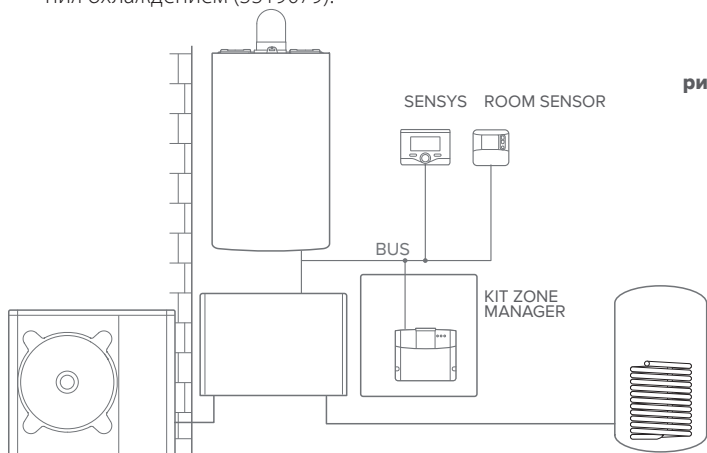

рис. 13
**Активация служб ТД и ТК в гибридной системе с не более чем 2 гидравлическими контурами, управление которой осуществляют устройства, подключенные по шине BridgeNet, при наличии бойлера подогрева воды для санитарных нужд (рис. 13)**